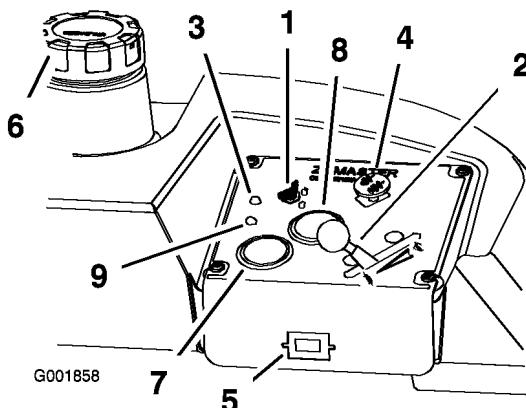

Figura 13
- Mueva el mando de la toma de fuerza (PTO) a la posición Desengranada (Figura 13).
- Mueva la palanca del acelerador a la posición central (Figura 13).
- Gire la llave de contacto en el sentido de las agujas del reloj a la posición marcha (Figura 13). Se encenderá el indicador de la bujía.